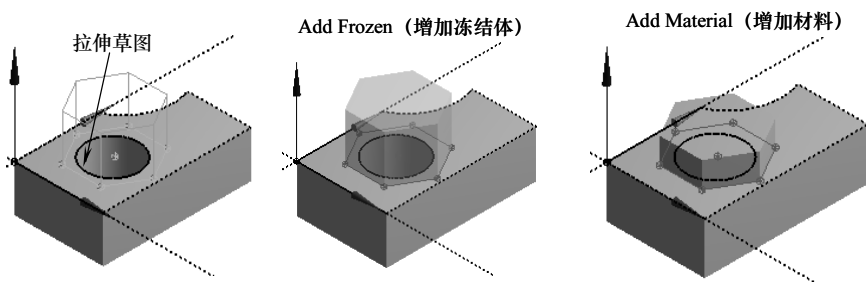

图 2-71 增加材料和增加冻结体
- (1) Extrude (拉伸名称) 用于设置拉伸名称, 系统默认为 ExtrudeX, 依次增加。
- (2) Geometry (几何) 用于选择拉伸截面, 可选择一个有效草图或者命名选择的面。
- (3) Operation (操作) 用于选择拉伸操作类型, 包括 Add Frozen (增加冻结体)、Add Material (增加材料)、Cut Materials (切除材料)、Imprint Faces (生成印记面)、Slice Material (切片材料) 等。
- ✧ Add Frozen (增加冻结体): 和添加材料相似, 但新增特征体不被合并到已有的模型中, 而是作为冻结体加入, 线体不能进行切除、印记和切片操作, 如图 2-71 所示。
- ✧ Add Material (增加材料): 创建并合并到激活体中, 如图 2-71 所示。